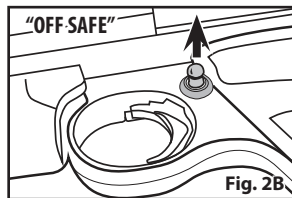

Fig. 2B
1. Pressione a segurança a partir do lado direito para dentro para "OFF SAFE" até escutar um clique característico. (Fig. 2B)